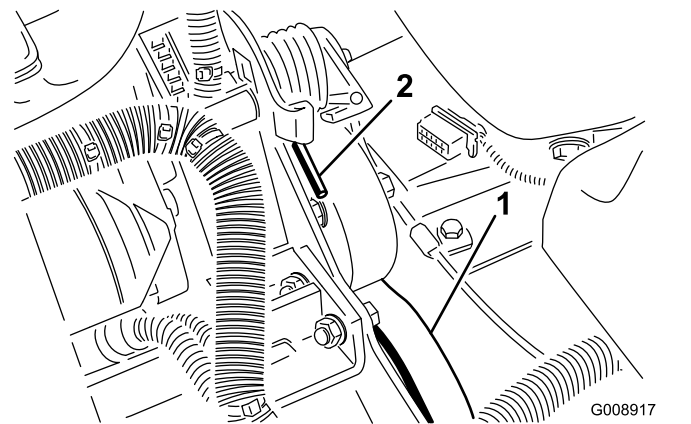

Bild 76
2. Drücken Sie das Ende der Feder (**Bild 76**) ab- und vorwärts, um die Feder aus dem Bügel auszuhaken und die Feder zu entspannen.